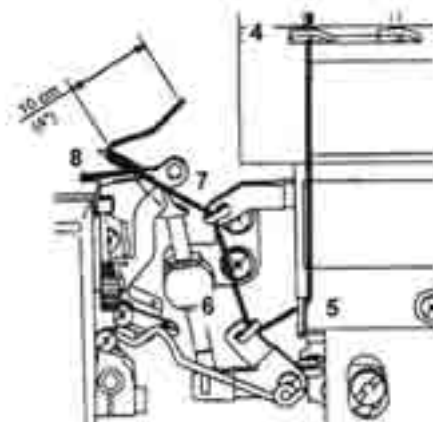

Abb.18
- Fädeln Sie im Greiferraum gemäß der roten Markierungen den Faden ein (Abb. 18).